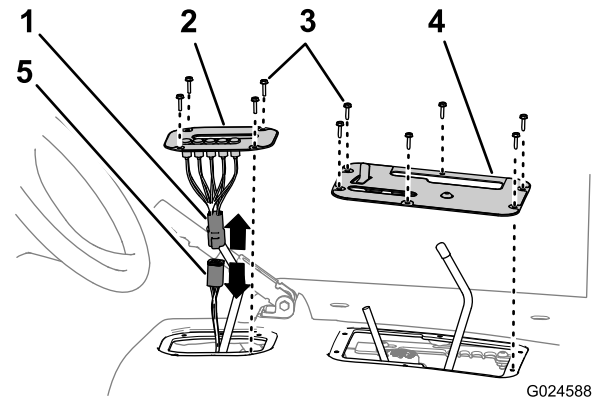

Bild 8
- Nehmen Sie die vier Sechskantschrauben ab, mit denen die Abdeckung der Ganganzeige an der Sitzhaube befestigt ist (Bild 8).
- Heben Sie die Ganganzeige an, schließen Sie die elektrischen Anschlüsse vom Maschinenkabelbaum und der Anzeige ab und nehmen Sie die Anzeige von der Maschine ab (Bild 8).
- Nehmen Sie die sechs Sechskantschrauben ab, mit denen die Abdeckung des Bedienelements an der Sitzabdeckung befestigt ist, und entfernen Sie die Abdeckung des Bedienelements (Bild 8).